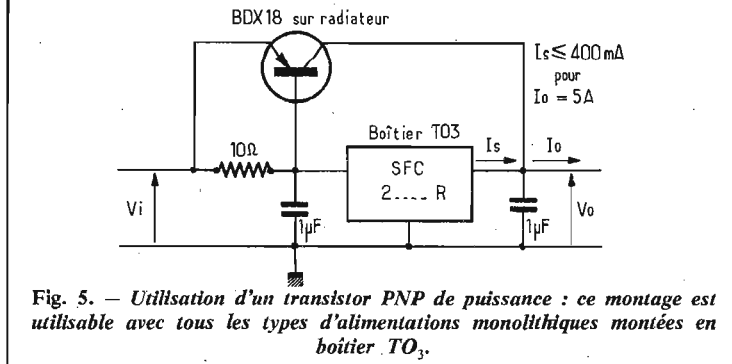

Fig. 5. — Utilisation d'un transistor PNP de puissance : ce montage est utilisable avec tous les types d'alimentations monolithiques montées en boîtier TO3.
Les schémas des figures 5 à 8 proposent quatre méthodes de réalisation utilisant soit :
- Un transistor de puissance PNP (Fig. 5).